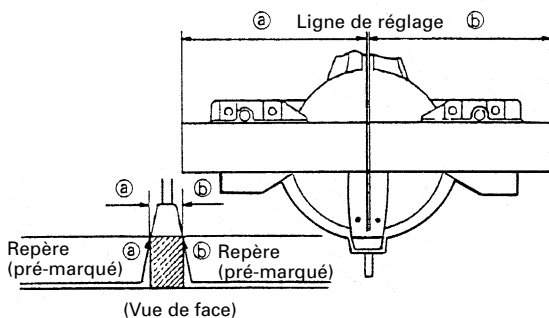

Fig. 23
- (1) Comme indiqué à la Fig. 23, la largeur de la lame est la largeur de coupe. En conséquence, glisser la pièce vers la droite (vue de la position de l'opérateur) pour obtenir la longueur (b), et sur la gauche pour obtenir la longueur (a).